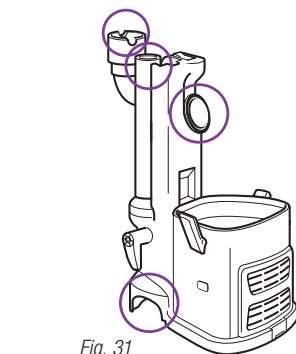

Fig. 31
- Saque el recipiente de la tierra y el tubo de extensión y separe la portátil *Lift-Away*® del cepillo eléctrico. Revise que no haya ninguna obstrucción en las 4 aberturas. (Fig. 31)